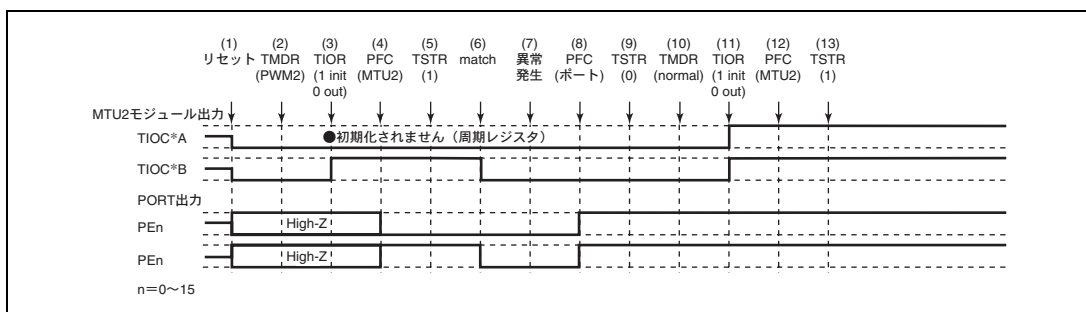

図 11.149 PWM モード 2 で異常が発生し、ノーマルモードで復帰する場合
PWM モード 2 で異常が発生し、再設定後ノーマルモードで再スタートする場合の説明図を図 11.149 に示します。
(1) ~ (9) は図 11.149 と共通です。
(10) PWM モード 1 を設定します。
(11) TIOR で端子を初期化してください (PWM モード 1 では TIOC*B 側は初期化されません)。
(12) PFC で MTU2 出力としてください。
(13) TSTR で再スタートします。
(15) PWM モード 2 で動作中に異常が発生し、PWM モード 2 で再スタートする場合の動作
(10) PWM モード 2 で再スタートする場合には必要ありません。
(11) TIOR で端子を初期化してください (PWM モード 2 では周期レジスタの端子は初期化されません)。
(16) PWM モード 2 で動作中に異常が発生し、位相計数モードで再起動する場合の動作
- (1) ~ (9) は図 11.149 と共通です。
- (10) 位相計数モードを設定します。
- (11) TIOR で端子を初期化してください。
- (12) PFC で MTU2 出力としてください。
- (13) TSTR で再起動します。
(17) 位相計数モードで動作中に異常が発生し、ノーマルモードで再スタートする場合の動作